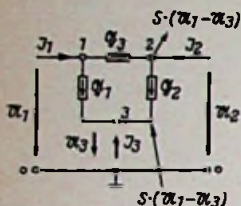

Bild 13. Allgemeine Methode zur Bestimmung der Vierpolkonstanten
Der Übergang ist aber leicht zu bewerkstelligen. Beispiel: GB-Schaltung. Punkt 1 mit 0 verbunden (Bild 13). Die zwischen Katode (3) und Gitter (Erde) (1) wirksame Spannung heißt hier  $U_3$ , in Bild 11 dagegen  $U_1$ . Der zum Katodenanschlußpunkt fließende Strom heißt in Bild 13  $Z_3$ , in Bild 11 dagegen  $Z_1$ .
Elektroden gegen einen Punkt 0 eine bestimmte Spannung besitzen. Im Bild 13 ist dieser Zustand dargestellt. Die steuernde Spannung ist wieder  $U_g = U_1 - U_3$  und damit die Einstromung  $S \cdot (U_1 - U_3)$ . Für die drei Knotenpunkte (1, 2 und 3) werden nun die Gleichungen aufgestellt: